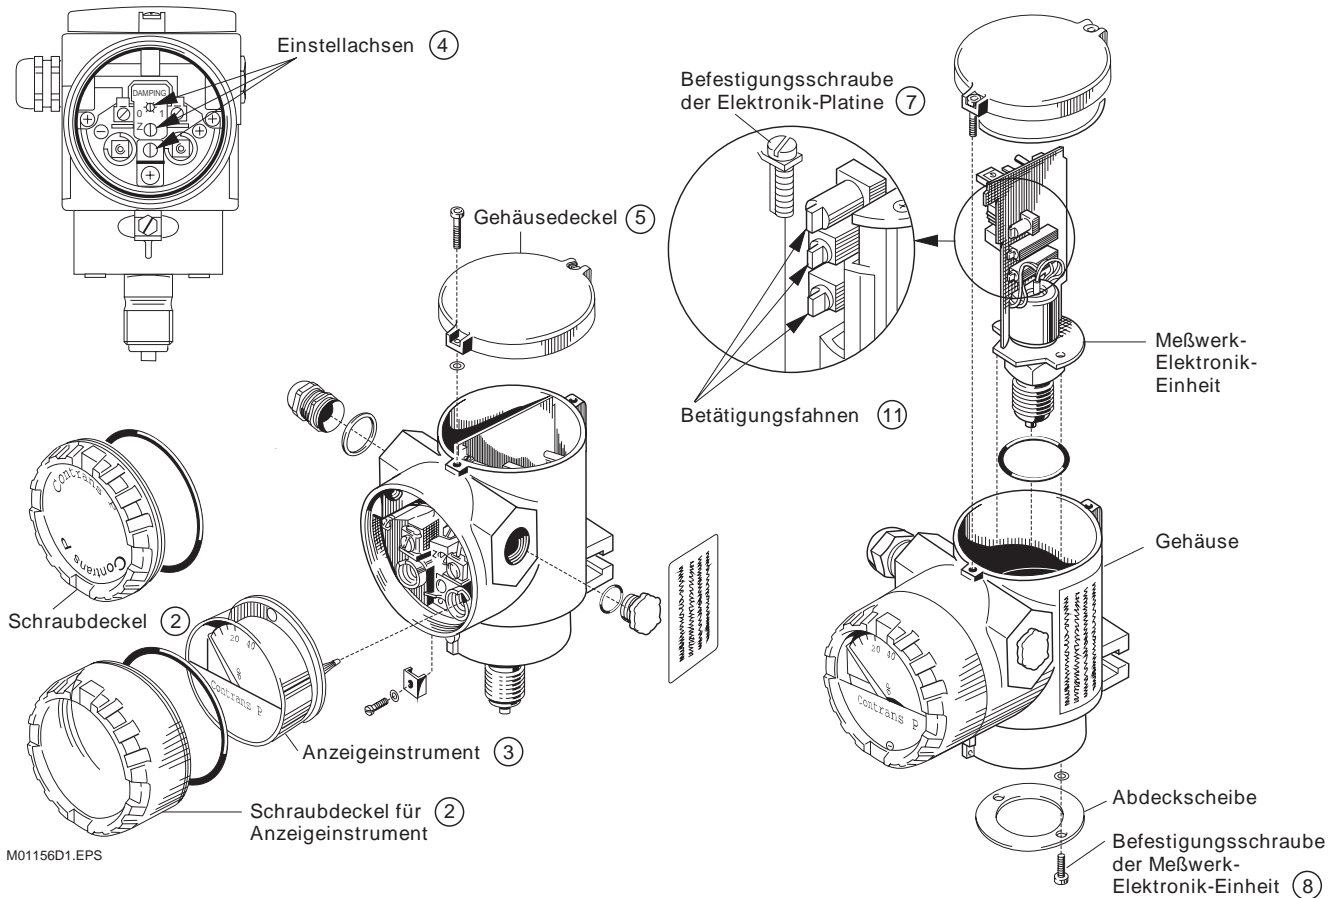

Bild 18. Explosionszeichnung z.B. AMD 200
4. Die Nuten der **Einstellachsen** für die Potentiometer "S", "Z" und "DAMPING" so wie in Bild 18, links oben dargestellt, senkrecht ausrichten.
- Ist eine Änderung der Position erforderlich, den Gehäusedeckel (Bild 18) bei ausgeschalteter Hilfsenergie abschrauben.
- Schraubdeckel abschrauben und, falls vorhanden, Anzeigeinstrument herausziehen (Bild 18).
2. Ist eine Änderung der Steckbrücke / Lötbrücke erforderlich, den Gehäusedeckel (Bild 18) bei ausgeschalteter Hilfsenergie abschrauben.
4. Schraubdeckel abschrauben und, falls vorhanden, Anzeigeinstrument herausziehen (Bild 18).